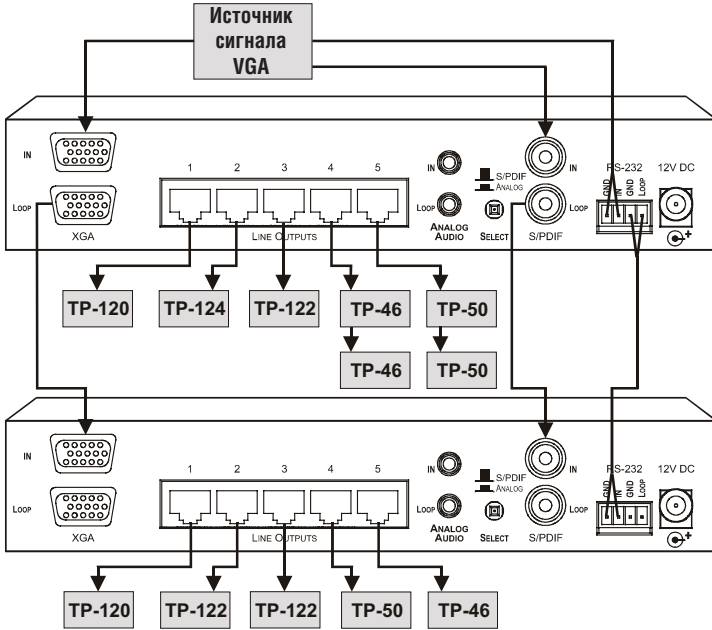

Рис. 4. Каскадное подключение TP-205A
Имеется возможность каскадного подключения двух устройств **TP-205A** (количество устройств **TP-205A**, которое можно ввести в каскадное подключение, зависит от качества входного сигнала, который Вам требуется, и расстояния между устройствами. Не рекомендуется каскадное подключение более чем пяти устройств **TP-205A**), чтобы ввести в систему дополнительные входные сигналы, как это показано на примере, приведенном на рис. 4. В данном примере:
4. Подключите разъемы LINE OUTPUT типа RJ-45 на каждом из устройств **TP-205A** к разъемам LINE IN типа RJ-45 различных приемников, как это показано на рис. 4.